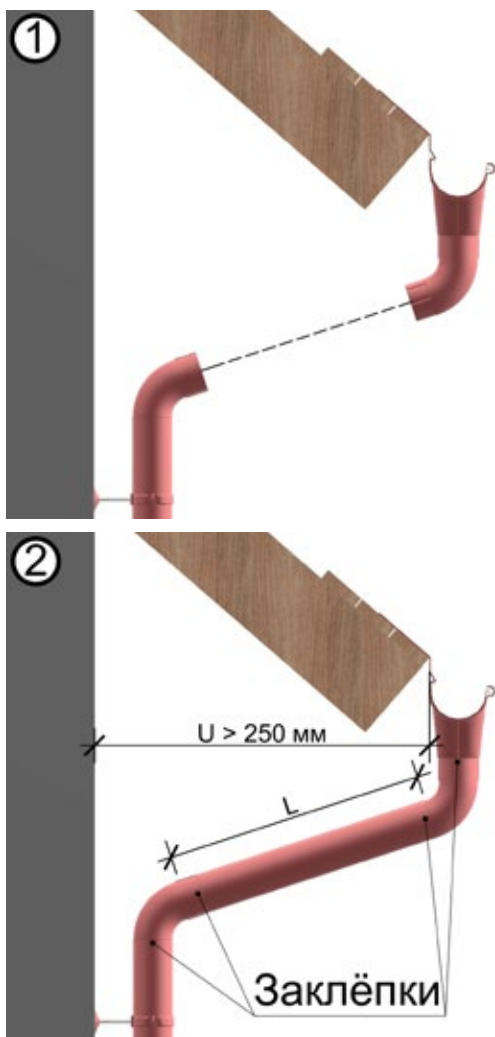

Рис. 17 Организация перехода от карнизной части здания к его фасаду
- 11.2.2 Установите ответное колено таким образом, чтобы отверстие в раструбе колена находящегося на фасаде лежало на одной линии с отверстием колена исходящего из воронки (рис. 17, ч. 1).
- 11.2.3 Если ширина карнизного свеса (U) более 250 мм, то между колен дополнительно следует установить водосточную трубу, длина (L) которой определяется на месте (рис. 17, ч. 2).